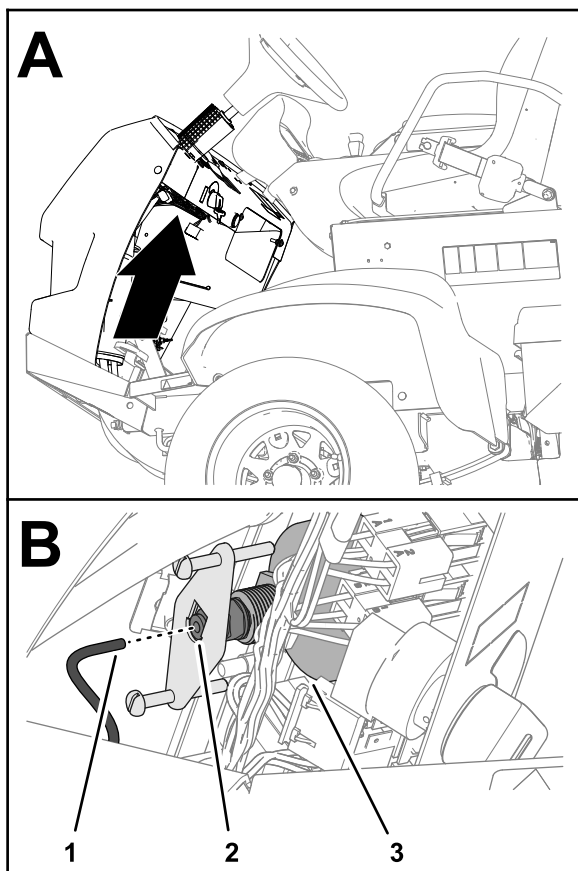

图 137
5. 从压力表背面取下管子并将管子的一端放入一个容器内 图 137。